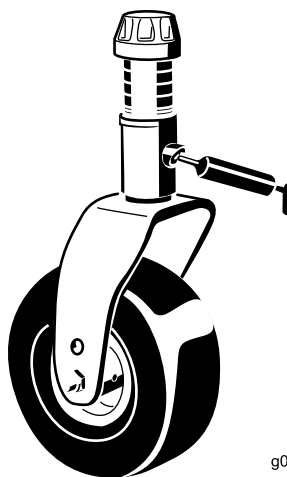

Figura 41
- Casquillos del eje de la horquilla de la rueda giratoria (2) (Figura 41)